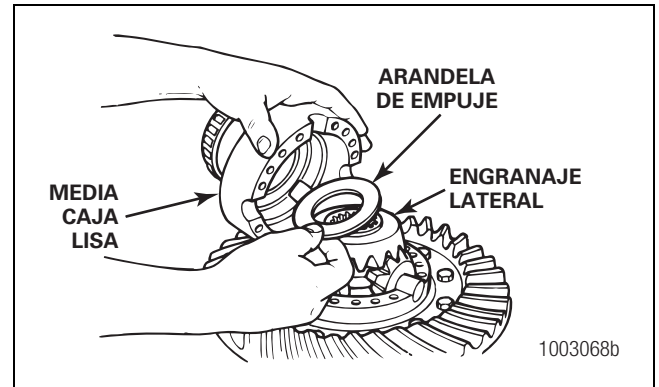
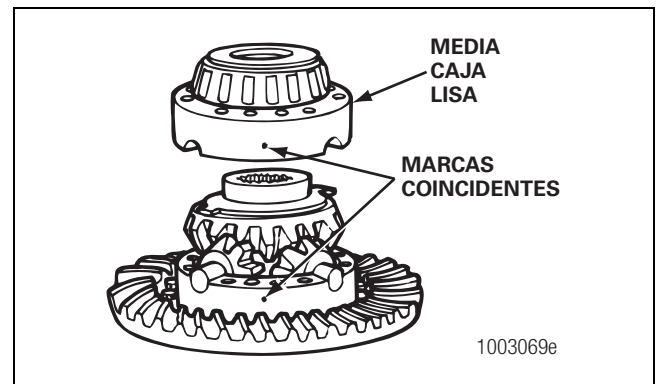

Figura 5.24
Figura 5.25
13. Instale el segundo engranaje lateral y la arandela de empuje sobre la cruceta y los piñones del diferencial. Figura 5.24.
14. Coloque la media caja lisa de la caja del diferencial sobre la media caja con brida y sobre los engranajes. Gire la mitad lisa lo necesario para alinear las marcas coincidentes. Figura 5.24 y Figura 5.25.